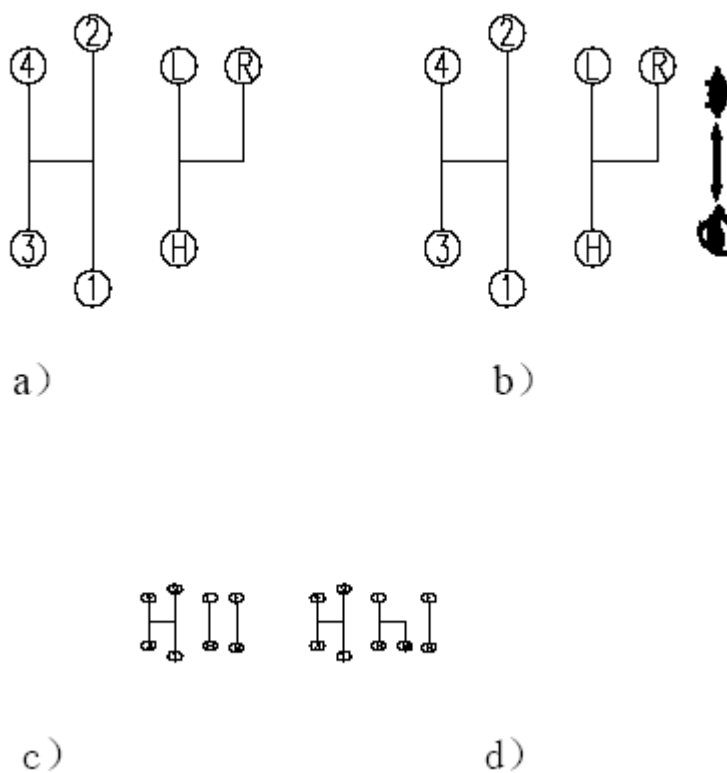

Рис. 3-27 Схематичное изображение комбинации различных передач трактора серии ТВ-1
- передачи 8 + 4 (отдельно), показаны на рис. 3-27
- Рис.3-27. Низшие передачи 16 + 8 (конкретно b)
● Рис.3-27. Переключатель передач челночного типа 8 + 8 (конкретно с)
● Рис.3-27. Переключатель передач челночного типа 12 + 12 (конкретно d)